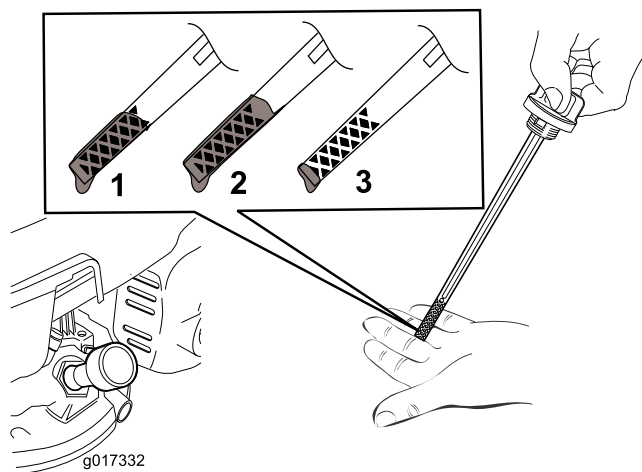

Рисунок 12
5. Для того, чтобы правильно определить уровень масла на масломерном щупе, см. Рисунок 12.
Примечание: Заливайте масло в картер двигателя до достижения требуемого уровня по масломерному щупу, как показано на Рисунок 12. В случае перелива слейте некоторое количество масла из двигателя, как описано в Замена масла в двигателе \(страница 18\).